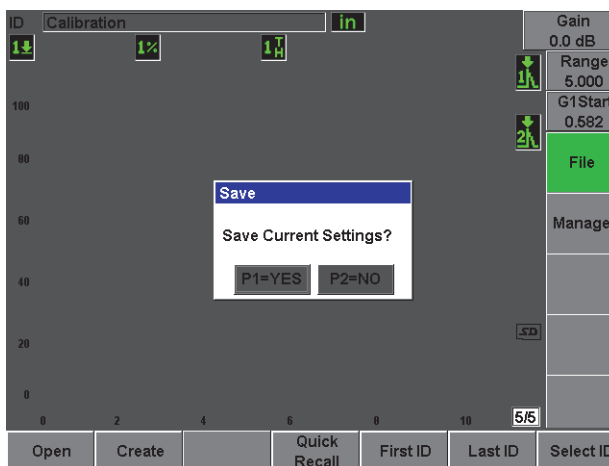

Figure 2-21 Boîte de dialogue Enreg.
11. Appuyez sur [P1] pour accepter l'enregistrement (voir la Figure 2-21 à la page 57). L'écran A-scan en temps réel réapparaît.